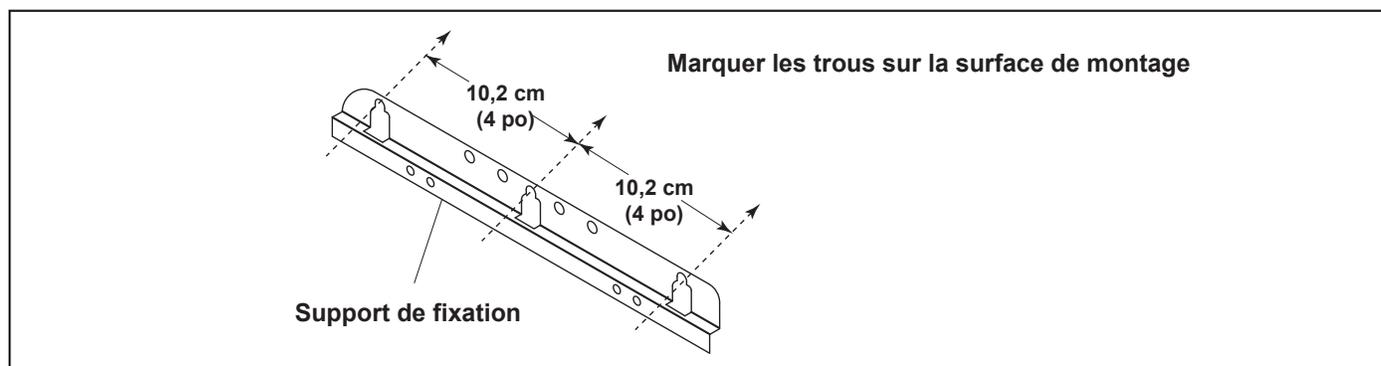

Figure 7. Marquer les trous à l'aide du support de de fixation du centre de contrôle
3. Utilisant le support de fixation du haut comme point de repère, marquer trois (3) trous sur la surface de montage ou le centre d'alimentation sera fixé en permanence (Voir Figure 7). Percer les trous dans la surface de montage.